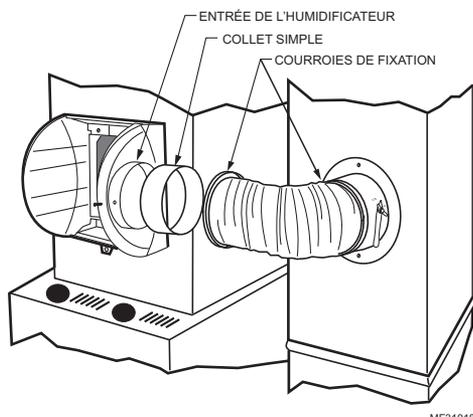

Fig. 7. Raccordement du conduit de dérivation
14. Insérer le collet simple dans l'entrée de l'humidificateur et le fixer à l'aide des vis à tôle. Raccorder ensuite le conduit flexible par-dessus le collet de départ et l'attacher avec une courroie de fixation. Voir la figure 7.